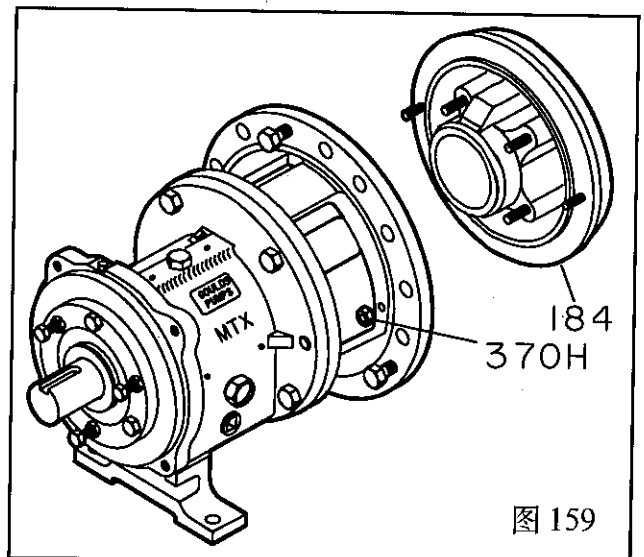

图 159
14. 安装密封腔(184)。用螺母(370H)拧紧。(图 159)